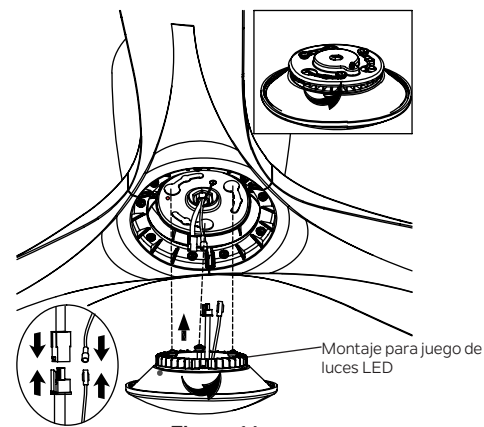

Figura 14
Paso 1. Sostenga el montaje para juego de luces LED, cierre el motor y junte los conectores de clavija. (Figura 14)